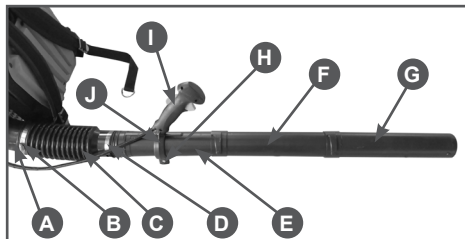

Рис. 2 Последовательность сборки
Произведите сборку в следующем порядке (Рис. 2):
1. Наденьте на оба конца гибкой трубы С червячные хомуты В и D и наденьте гибкую трубу на выходной патрубок А корпуса воздуходувного устройства (Рис. 2). Затяните хомут В.
2. Наденьте рукоятку управления I на трубу Е (Рис. 2). При необходимости, ослабьте затяжку гайки Н хомута J крепления рукоятки управления. Для исключения проворачивая винта воспользуйтесь ключом шестигранным 4 мм из комплекта поставки устройства.
3. Вставьте трубу напорную Е с установленной на ней рукояткой управления в гибкую трубу С (Рис. 2). Затяните хомут D.
зами в трубе F. Нажмите на трубу F в сторону трубы E до упора и поверните трубу F против часовой стрелки (если смотреть со стороны двигателя) до плотной её фиксации (Рис. 2).
5. Точно также в соответствии с пунктом 4, установите трубу G на трубу F (Рис. 2).